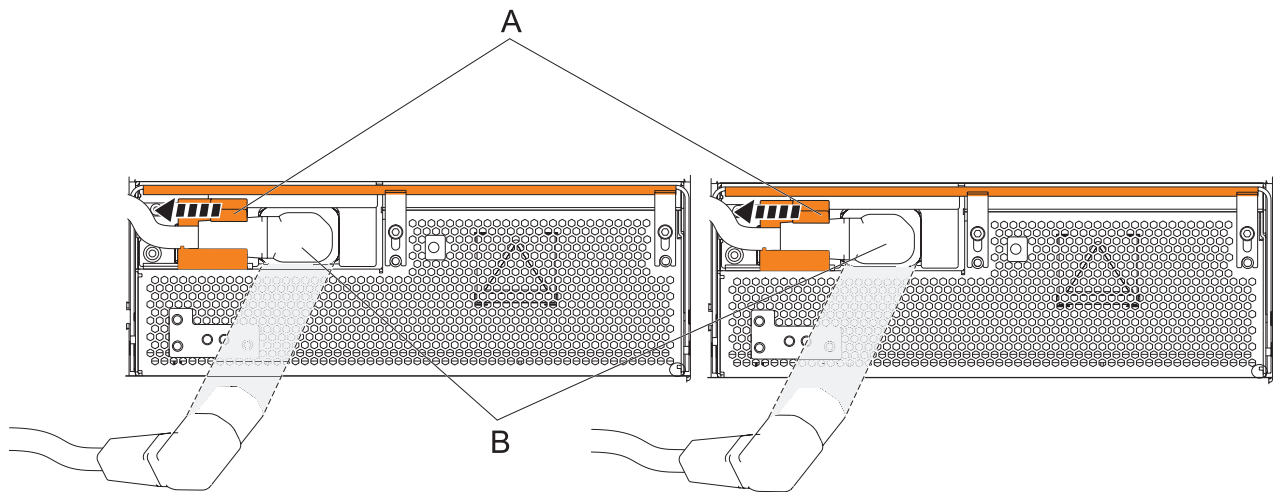

Figure 77. Débranchement des cordons d'alimentation des ensembles de conversion hors ligne
- a. Faites glisser vers la gauche les supports de cordon d'alimentation **(A)** situés A l'avant des deux ensembles de conversion hors ligne. Pour plus d'informations, voir figure 77, à la page 84.